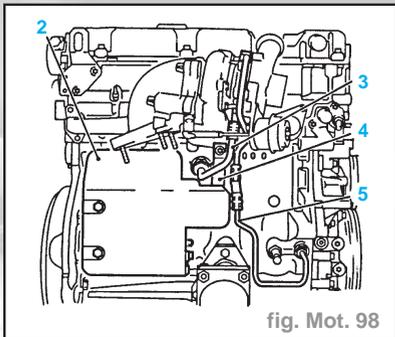

fig. Mot. 98
- Déposer la conduite d'arrivée d'huile du turbocompresseur (5) du bloc-cylindres. Placer en-dessous un bac collecteur (fig. Mot. 98).